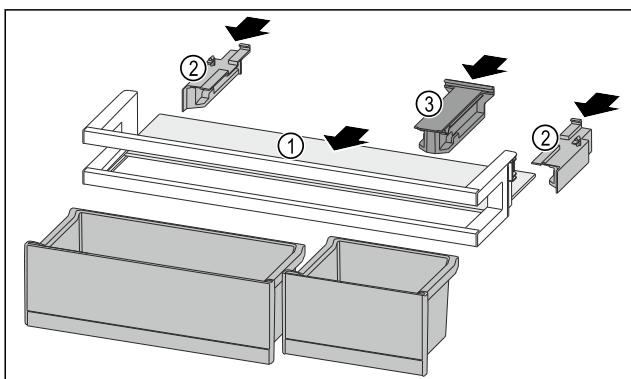

Fig. 135
- ▶ Пусніть полицею Fig. 135 (1) у бічні пази.
- ▶ Вставте бічні елементи Fig. 135 (2).
- ▶ Вставте кріпильний елемент Fig. 135 (3).